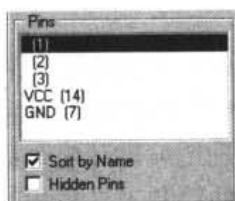

图 5-11 元件管理器的 Pins 选项区域
**Pins 选项区域:** 本区选项区域的作用是显示选中元件的指定单元的引脚信息, 如图 5-11 所示。